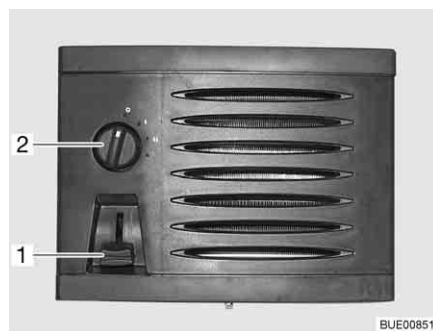

Bild 120 Bedienelemente Zusatz-Wärmetauscher
- Den Schieberegler (Bild 120,1) des Durchflussreglers bis zur gewünschten Position nach unten schieben. Der Wasserkreislauf ist offen.
- Den Gebläseschalter (Bild 120,2) des Umluftgebläses im Uhrzeigersinn drehen.
- Den Gebläseschalter (Bild 120,2) auf "O" drehen.
- Den Schieberegler (Bild 120,1) des Durchflussreglers ganz nach oben schieben.